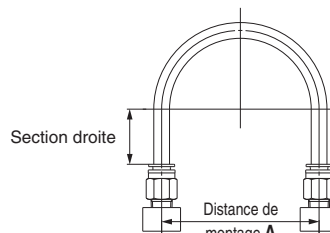

Fig. 1 : Raccordement recommandé
1. Lors de l'installation du raccordement dans le raccord instantané, assurez-vous qu'il y ait assez de longueur de tube conformément aux conditions de raccordement recommandées par la figure 1.